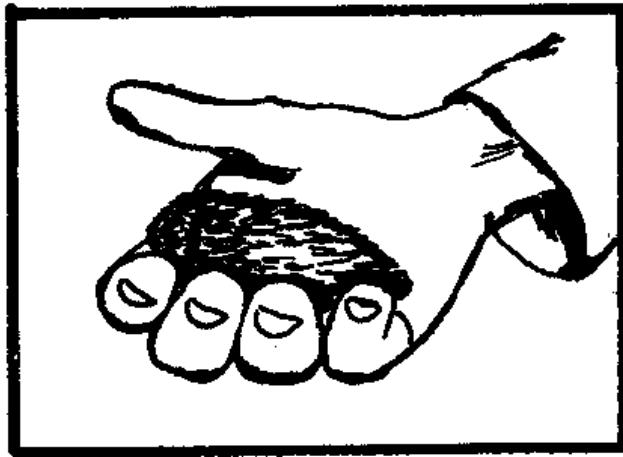

Fig. 7 - Determining
(3) la Mezcla él completamente de nuevo, por que se lo vuelve encima de con un cavan con pala.
40. Testing para la Cantidad Correcta de Moisture. La cantidad correcta de La humedad de ha terminado rápidamente sabia experience. para probarlo, apriete un El manojo de del mixture. (Vea Fig. 7.)